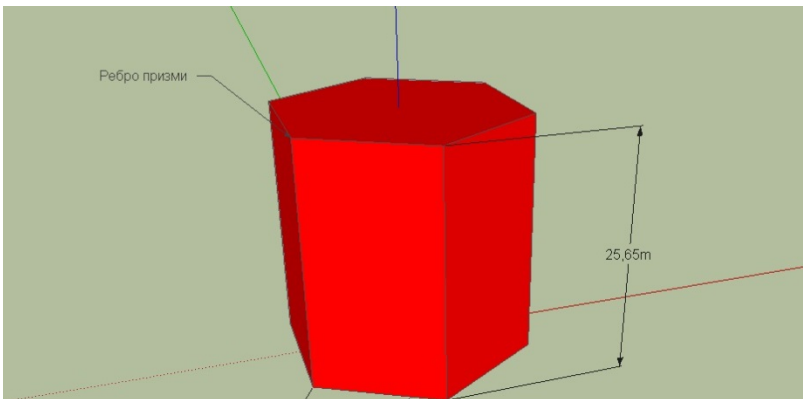

Рисунок 4.8
3. Перемістимо курсор у потрібне положення на екрані, клацнемо мишею другий раз для фіксації положення винесення (рис. 4.8).